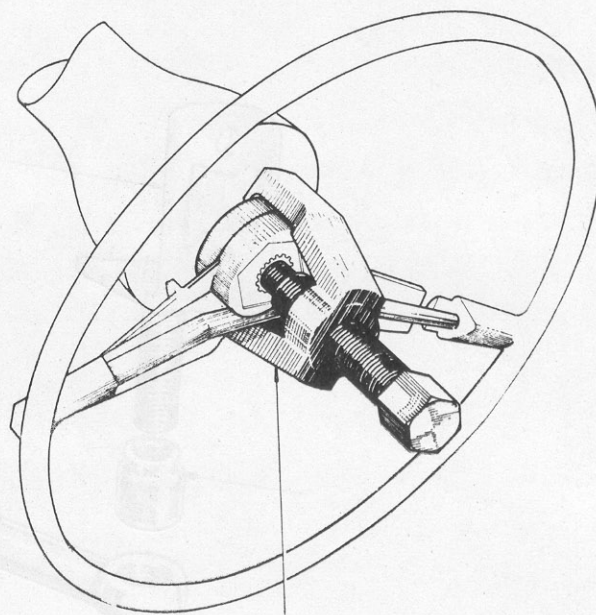

FIG. 6
- extrair o volante utilizando a ferramenta n.º 15.534 (Fig. 6) para evitar que se estrague a rosca do eixo de comando colocar a porca na extremidade rosqueada.